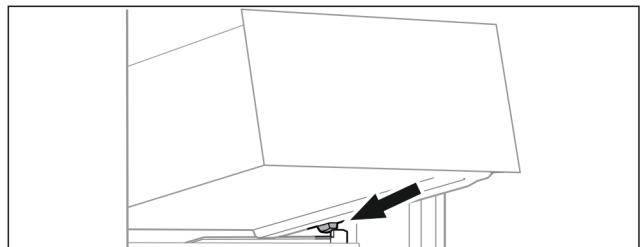

Fig. 71
- ▶ Встановити висувний ящик за стопорами на ребро для резервуару навскоси. (див. Fig. 71)